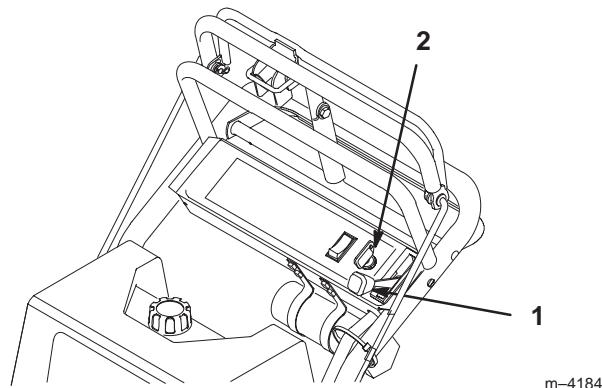

Bild 16
1. Stellen Sie den Gashebel auf Langsam (Bild 16).
2. Drehen Sie den Zündschlüssel in die Aus-Stellung. (Bild 16).